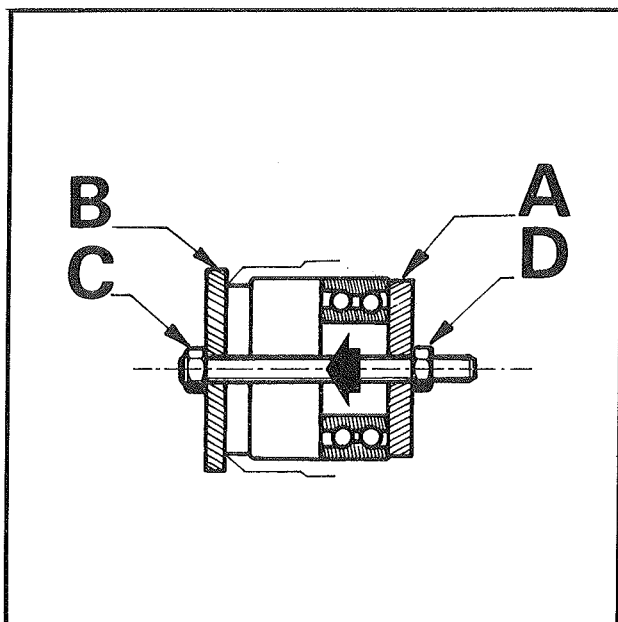

Fig. 8
- Emmancher le roulement à l'aide du montage représenté Fig. 8 et 9.